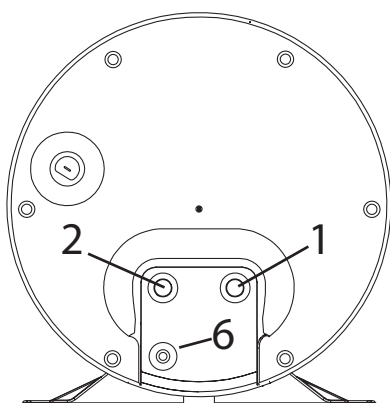

fig. 38
- Conectar la línea de alimentación de agua fría y la línea de salida a los puntos de conexión (fig. 38).